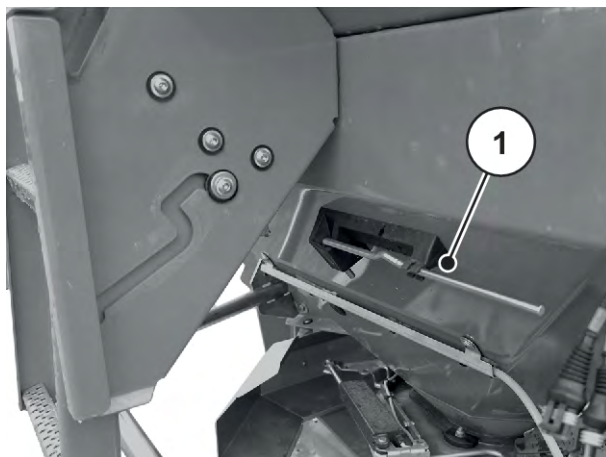

Fig. 26: Position du levier de réglage AXIS xx.2
- ▶ Replacer le levier de réglage dans le support prévu. Voir *Fig. 26 Position du levier de réglage AXIS xx.2*